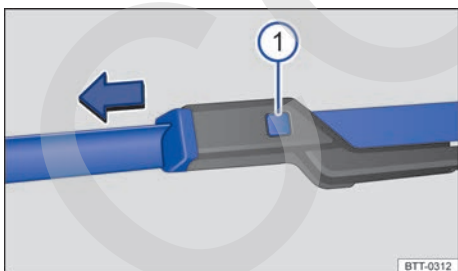

Fig. 136 Cambiar las escobillas de los limpiaparabrisas.
- Mantenga la tecla de desbloqueo → **fig. 136** ① pulsada y, al mismo tiempo, retire la escobilla de los limpiaparabrisas en el sentido de la flecha.